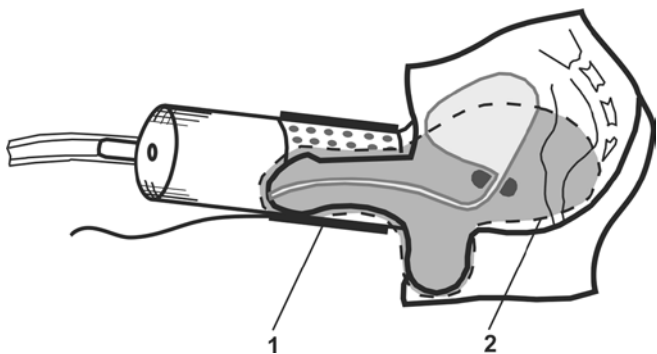

Рис. 11.
**3.8.10.** Продвинуть матрицу вдоль колбы до ее основания, наложенного на лобок (Рис.11).
**3.8.12.** Провести процедуру фотостимуляции, облучая незарегистрированный член в течение 2 минут. (Рис.11).